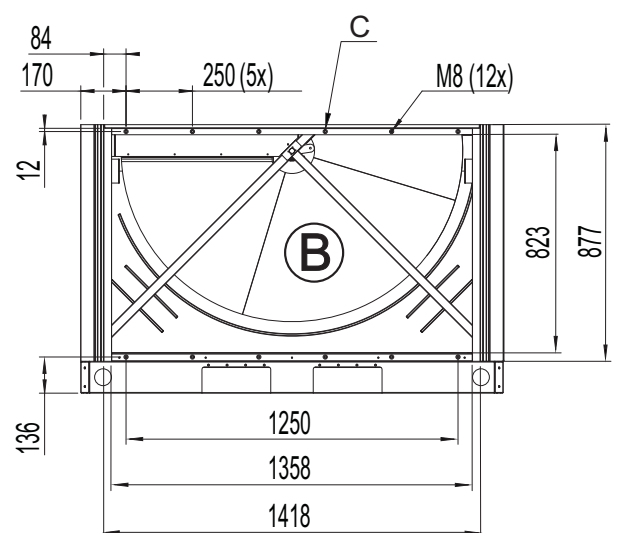

Figure 3.28 Entrée d'air à traiter
**REMARQUE!** La grille de protection du ventilateur a été retirée pour clarifier les dimensions dans Figure 3.28.